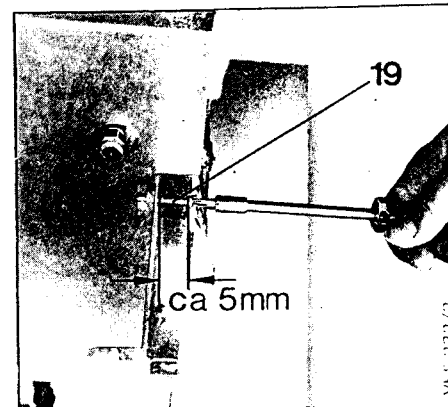

Рис. 11В
- Установить передние боковые листы (23 и 24) (см. рис. 11А).